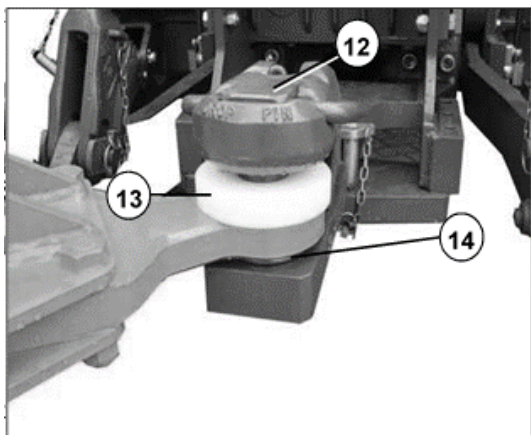

Рис. 5.13
- Расфиксируйте соединительный болт (12) и вытащите его, положите пластмассовую шайбу (13) и распорные шайбы (14) в ящик для инструментов, чтобы они не потерялись –рис.5.13.